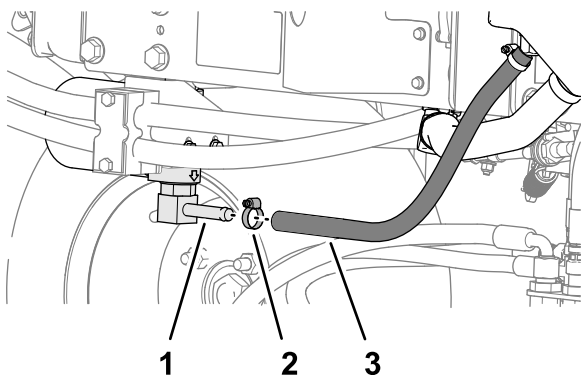
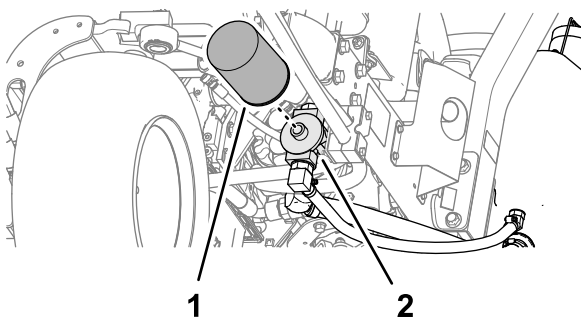

Рисунок 88
Рисунок 89
- Отсоедините гидравлический шланг (Рисунок 88) или снимите гидравлический фильтр (Рисунок 89) и дайте гидравлической жидкости стечь в сливной поддон.